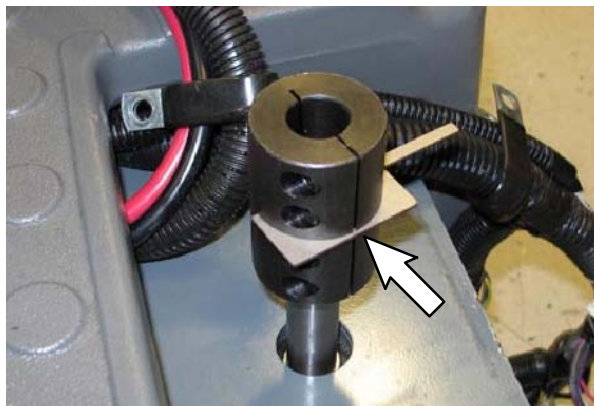

FIG. 37
8. Utilice un paño humedecido en alcohol (6) para limpiar el orificio del nuevo acoplamiento de dirección (3) y el eje de la unidad de transmisión.
9. Coloque el acoplamiento de dirección (3) en el eje del conjunto de la rueda delantera e inserte el calzo (2) en el acoplamiento de dirección. (Fig. 37)
10. Utilice la llave suministrada (4) para apretar los dos tornillos inferiores (17 Nm / 150 pulg. lbf) para fijar el acoplamiento de dirección (3) al conjunto de rueda delantera. (Fig. 37)
11. Retire el calzo (2) del acoplamiento de dirección (3). (Fig. 37)
12. Vuelva a instalar el canal de dirección e inserte el eje de la columna de dirección en el acoplamiento de dirección (3). Monte sin apretarlos los tornillos del canal de dirección.